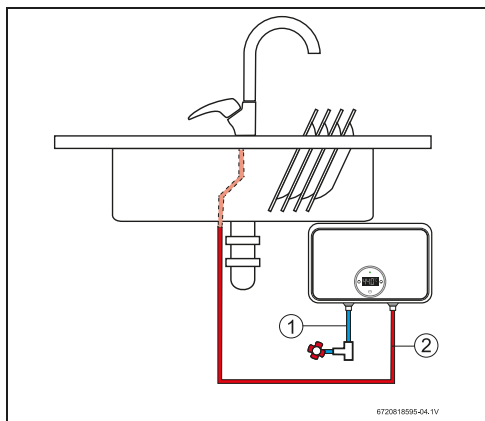

Fig. 16 Ejemplo de instalación
- Móntese sólo como se muestra en Fig. 16 con las conexiones de agua situadas en la parte inferior. Recuerde que debe mantener la longitud de tubería de agua caliente al mínimo, a fin de ahorrar energía.